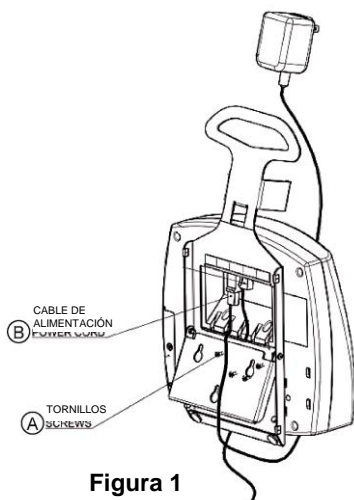

Figura 1
6. Conecte el cable del adaptador de alimentación al puerto de alimentación de la pantalla, si se va a utilizar el adaptador. El cable quedará por fuera de la pantalla como se muestra en la Figura 1. Tiene la opción de insertar el cable dentro del canal de la parte posterior de la pantalla si así lo prefiere. Para hacerlo, quite los 4 tornillos (A) de la parte posterior con un destornillador Phillips, retire la tapa, coloque el cable de alimentación (B) por el canal, vuelva a colocar la tapa, fíjela con los 4 tornillos y apriételes.